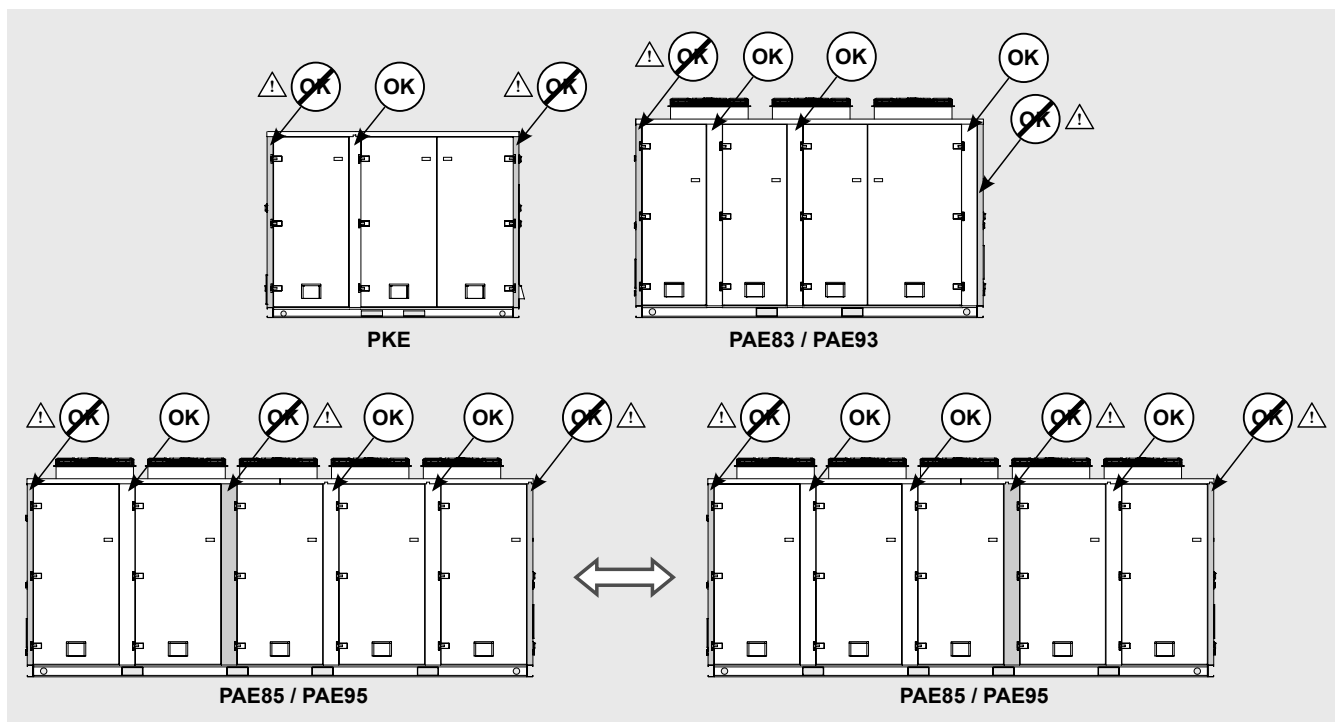
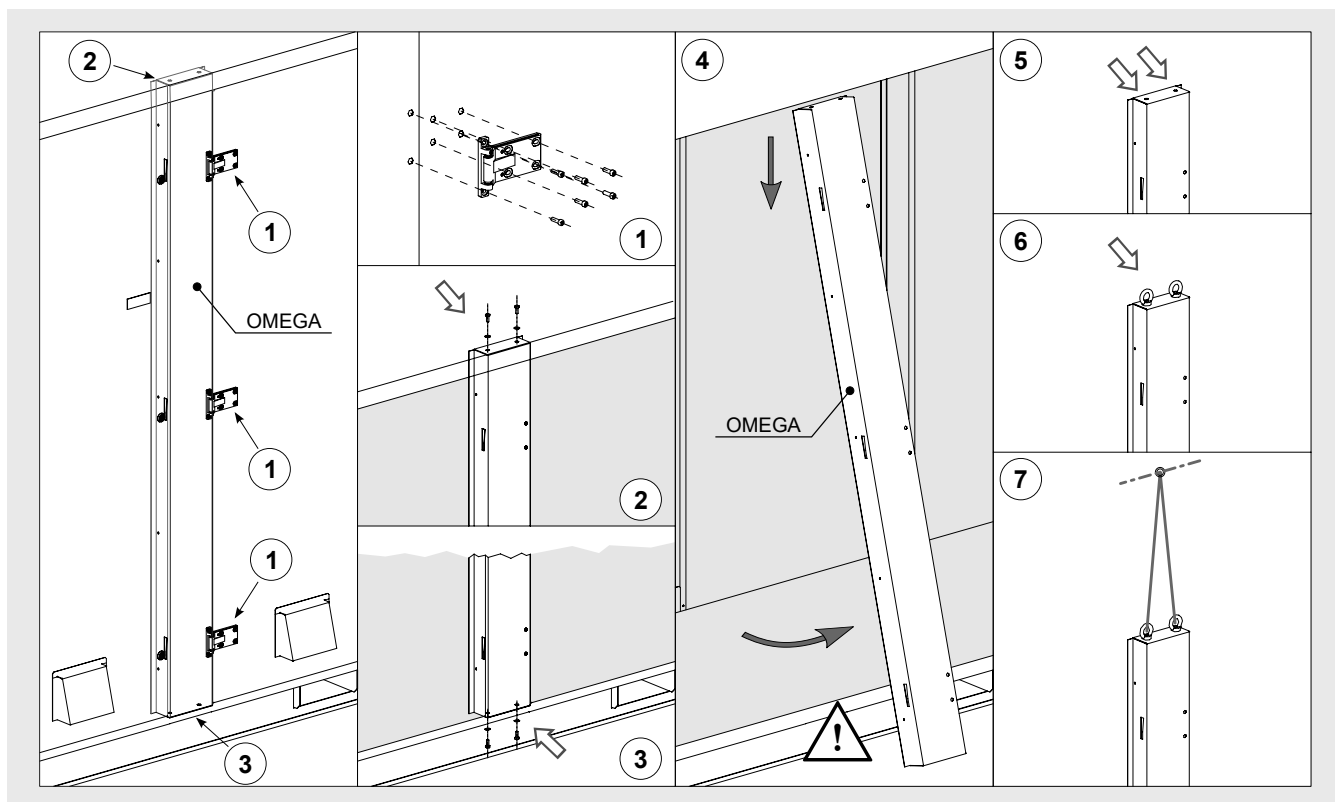

Abbildung 11
Abbildung 12
- 6.33 Nachdem die Türen entfernt wurden, können die Omega-Stützen in der Vorderwand des Geräteraums entfernt werden. Entfernen Sie die Omegastützen nicht, ohne vorher die Türen gemäß den Abschnitten 6.24 - 6.29 zu entfernen. Diese Arbeiten dürfen nur von autorisiertem und qualifiziertem Personal durchgeführt werden. Entfernen Sie nur zulässige Omegas - siehe "Abbildung 11" und "Abbildung 12".
- 6.35 Zum Entfernen des Omegas bei den Modellen PAE und PKE (siehe "Abbildung 11" und "Abbildung 12"):